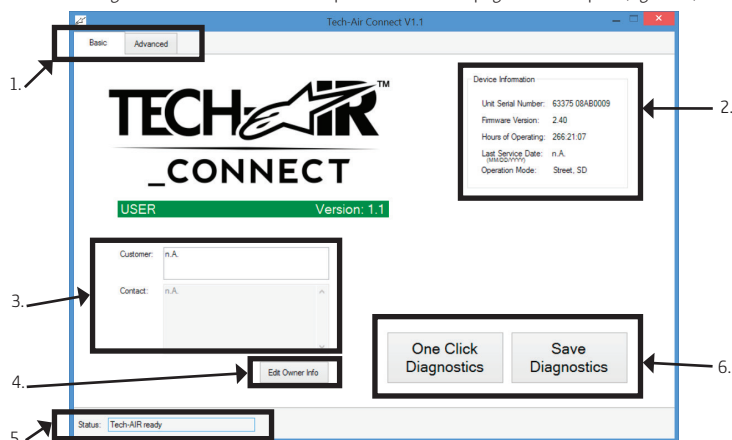

Figure 11 – Page-écran Principale Connexion Tech-AirTM
3. Lancer le logiciel Tech-AirTMConnect. Il se présentera avec la page-écran ci-après (figure 11).